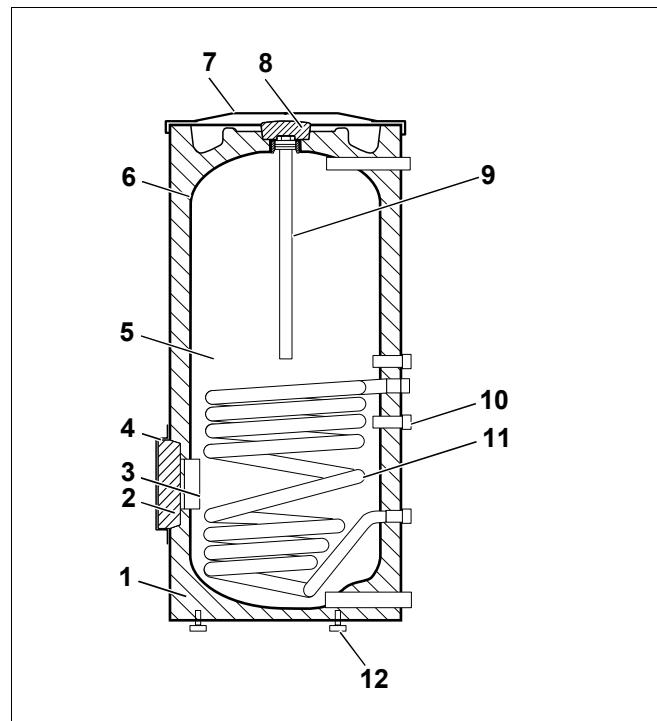

Рис. 1 Бак-водонагреватель (здесь: SU300/1)
- Бак (рис. 1, **поз. 5**) с защитой от коррозии
Катодная защита от коррозии состоит из гигиенической термоглазури DUOCLEAN MKT (рис. 1, **поз. 6**) фирмы Бuderus и магниевого анода (рис. 1, **поз. 9**).
- Теплоизоляция (рис. 1, **поз. 1**)
Теплоизоляция из не содержащего вредных веществ полиуретанового пенопласта нанесена непосредственно на бак. Два теплоизоляционных элемента (рис. 1, **поз. 2** и **поз. 8**) из пенопласта снижают теплопотери через люк для чистки и магниевый анод.
- Гладкотрубный теплообменник (рис. 1, **поз. 11**)
- Гильза для установки температурного датчика (рис. 1, **поз. 10**)
- Люк для чистки (рис. 1, **поз. 3**)
- Крышка бака (рис. 1, **поз. 7**)